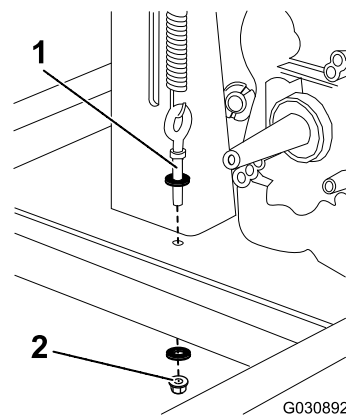
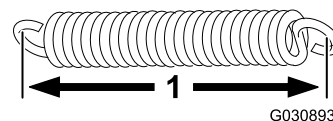

Figura 55
Figura 56
- A. Desaperte a porca inferior no parafuso com olhal e enrosque-a na extremidade do parafuso (Figura 55).
4. Meça a mola de volta interior a volta interior, consulte Figura 56. Se a mola esticar mais de 8,9 cm, substitua a mola.
5. Para aumentar a tensão da mola e assim aumentar a tensão da correia, diminua a altura do parafuso de olhal desapertando a porca superior do parafuso de olhal e apertando a porca inferior (Figura 55 e Figura 56).